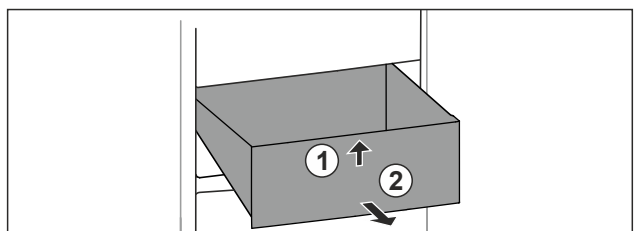

Fig. 86
- ▶ Unieść szufladę z przodu. *Fig. 86 (1)*
- ▶ Wyjąć szufladę do przodu. *Fig. 86 (2)*